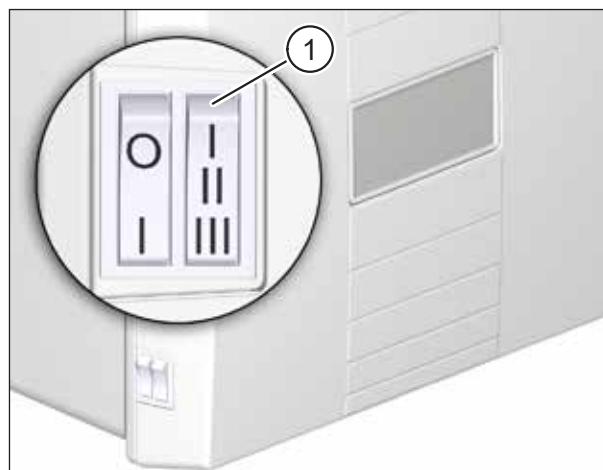

Fig. 17 : Réinitialiser l'indicateur du changement de filtre
- ▶ Choisissez en trois secondes sur l'interrupteur à bascule (pos. 1 in Fig. 17) les niveaux de ventilation les uns après les autres **I-II-III-II-I**. L'appareil d'aération émet des bips pour confirmer.
- ▶ Lorsque l'appareil émet des bips, choisissez à nouveau en trois secondes sur l'interrupteur à bascule (pos. 1 in Fig. 17) les niveaux de ventilation les uns après les autres **I-II-III-II-I**. L'appareil d'aération émet trois bips pour confirmer. La surveillance de la période courant à partir du dernier changement des filtres à air est relancée.